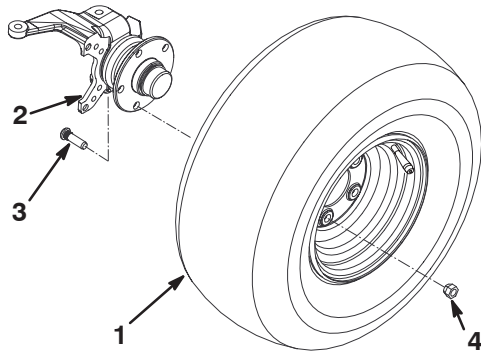

Bild 3
3. Montieren Sie die Räder mit den vorher entfernten Befestigungsteilen (Bild 3) und ziehen sie mit 61–81 Nm fest.